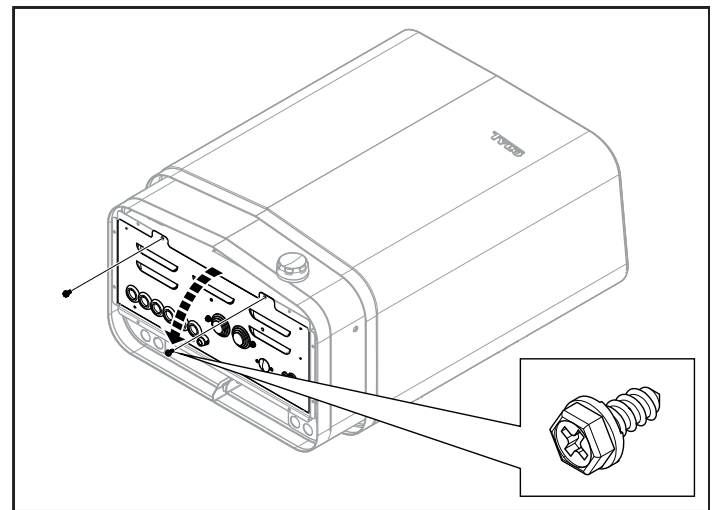

Abb. 8: Öffnen/Schließen der Abdeckung
2. Lösen Sie die Schrauben und öffnen Sie die Abdeckung, siehe Abb. 8.
7. Schließen Sie die Abdeckung und drehen Sie die Schrauben ein, siehe Abb. 8, Seite 15.